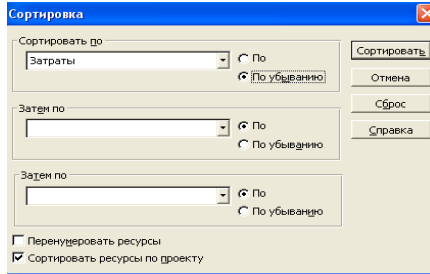

Рис. 152. Діалогове вікно *Сортировка*
- 15.1.5. У меню Проект/Сортировка по (рис. 152):